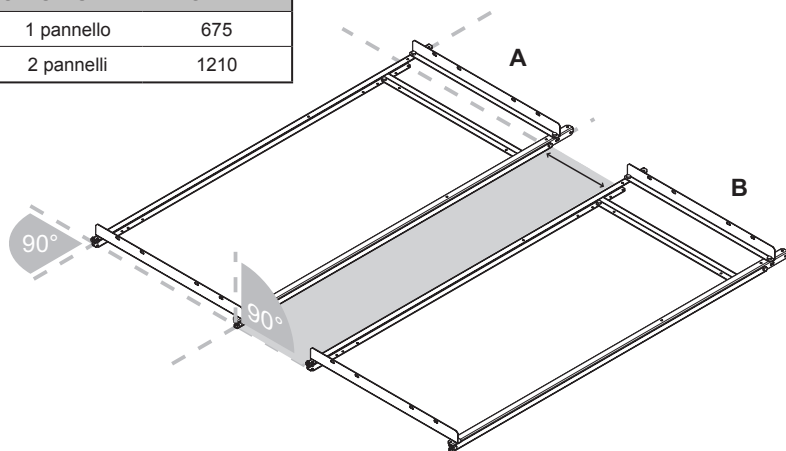

Figura 3.18
Controllare che i lati del telaio siano in squadra e quindi stringere tutte le viti della struttura (Figura 3.18).
- 1 - Fissare la struttura indicata con A (Figura 3.18) al tetto dopo aver valutato gli ingombri a pag. 12 e la precedente tabella.
- 2 - montare i pannelli nella struttura A (Figura 3.18)
- 3 - montare la struttura B (Figura 3.18) posizionandola alla distanza indicata in tabella facendo molta attenzione a mantenere l'allineamento e posizionando il punto di fissaggio sul colmo della tegola (Figura 3.19).